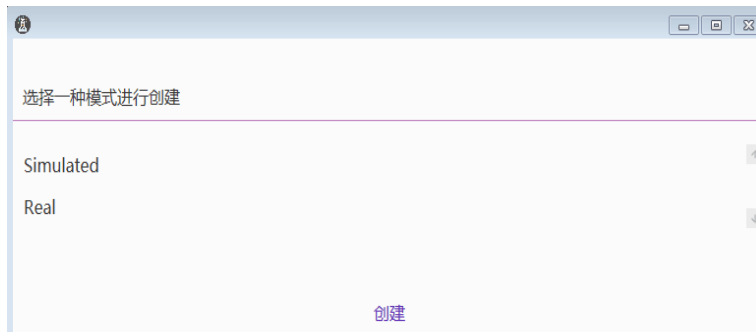

图 D-1 选择模式界面
- 1) 双击打开桌面【MGISP-960】，将出现模式选择界面，如图 D-1，选择【Real】模式后，点击【创建】。